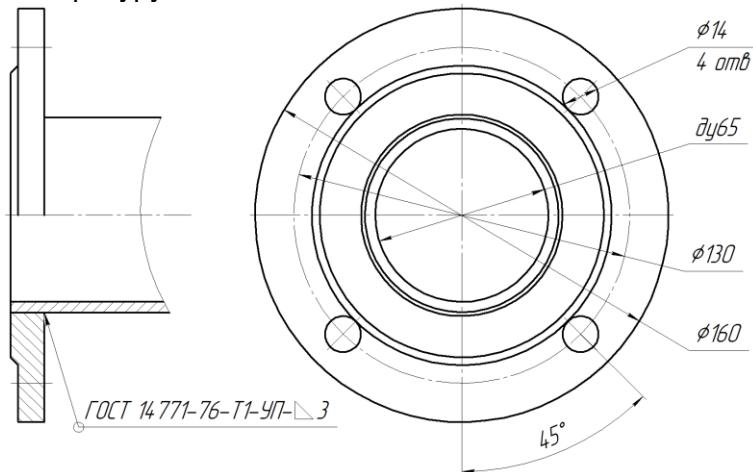

Рис. 4 Присоединительный фланец патрубка
8.2. Систему отопления допускается выполнять из стальных, полипропиленовых, металлопластиковых, медных труб. Внутренний диаметр труб, при подключении котла к системе, не должен быть меньше диаметра патрубков котла (рис. 4).